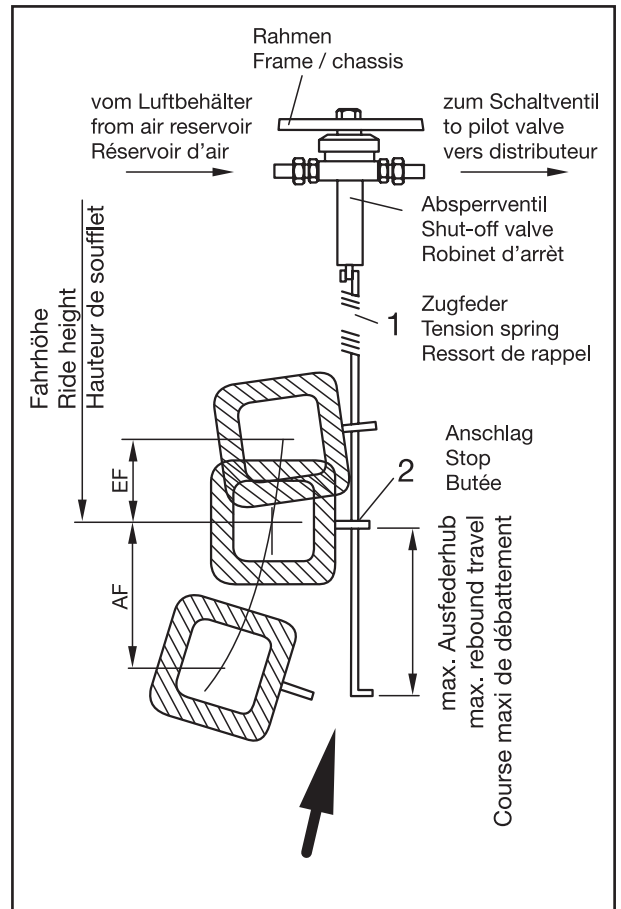

Fig. 1
- [8] Connect valve lever and guide linkage with one another via the guide rod. After fitting the valve lever must be located in the horizontal position. If necessary, re-adjust the double nut correspondingly and tighten the nut (Fig. 1/3). Fasten the guide rod by tightening the screws on the band clamps.
- [8] Relier le levier de valve de nivellement et l'articulation par la tige de timonerie. Après le montage, le levier de valve doit se trouver en position horizontale, au besoin, régler en conséquence le double écrou et serrer (fig. 1/3) l'écrou. Fixer la tige de timonerie en serrant les vis sur les colliers.
- [4] Neues Absperrventil anschrauben. Zugfeder (Fig. 1/1) in die Bohrung des Anschlags (Fig. 1/2) an der Achse einführen. Zugfeder im Absperrventil einhängen und Druckluftleitungen anschließen.
- [7] In dieser Stellung das untere Ende der Zugfeder (Fig. 1/Pfeil) so abbiegen, dass das abgeboogene Teil am Anschlag anliegt. Es kann auch eine Klemmverschraubung als Anschlag verwendet werden.